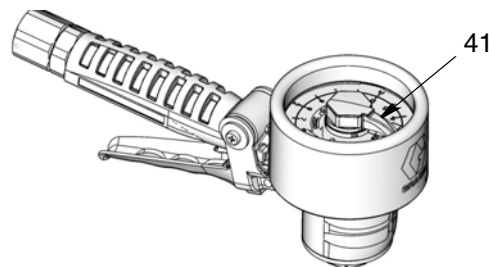

Рис. 9
1. Поворачивайте насадку с автоматическим поворотным замком (101) по часовой стрелке для открывания насадки. Вставьте насадку в приемное гнездо для жидкости и нажмите курок (12).
2. Контролируйте движение указателя шкалы расходомера (41) на шкале расходомера (37). Отпустите курок (12) после выдачи требуемого количества жидкости.
3. Поверните указатель шкалы расходомера (41) против часовой стрелки для возврата к отметке 0, прежде чем начать раздачу снова. См. Рис. 9